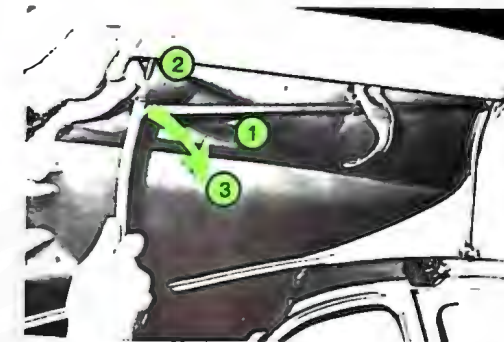

Abb. 26 – Ganzöffnung des Rollverdecks
Den Klapprahmen (1) aus den Zapfen (2) herausziehen (Abb. 26), wieder nach vorn umklappen und mit den beiden Halteklammern vorn am Windschutzscheibenrahmen befestigen.